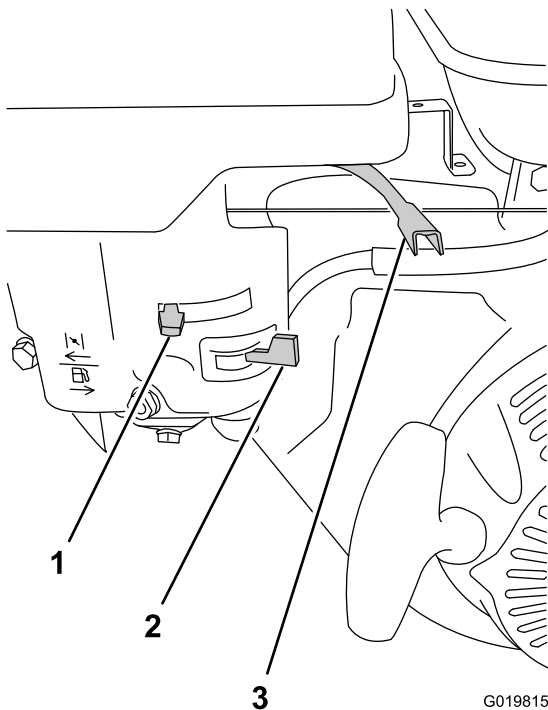

Figura 38
2. En el motor, mueva la palanca del acelerador 1/3 de la distancia entre la posición MIN y la posición MAX (Figura 38); consulte Palanca del acelerador (página 14).
3. Mueva la palanca de la válvula de combustible a la derecha, a la posición de totalmente Abierto (Figura 38); consulte (Válvula de combustible (página 14)).
- Para arrancar un motor frío, mueva la palanca del estérter a la izquierda, a la posición de totalmente Cerrado (Figura 38); consulte Palanca del estérter (página 14).
1. Mueva la palanca del acelerador a la posición de Lento (tortuga) (Figura 38).
3. Mueva la válvula de combustible a la posición de Cerrado (Figura 38) y gire el interruptor de encendido/apagado del motor a la posición de Apagado; consulte Interruptor de encendido/apagado del motor (página 14).